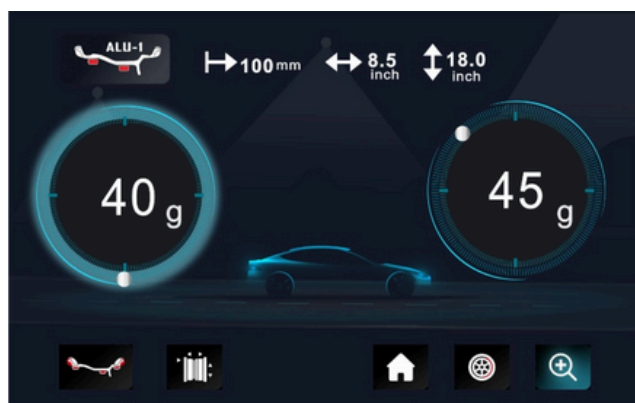

Fig. 7
4.2.6. Premir , os ecrãs com LEDs esquerdos acesos indicam a posição angular correta onde montar os contrapesos, posição 6 horas no interior, conforme Fig.7, adicionar o contrapeso.